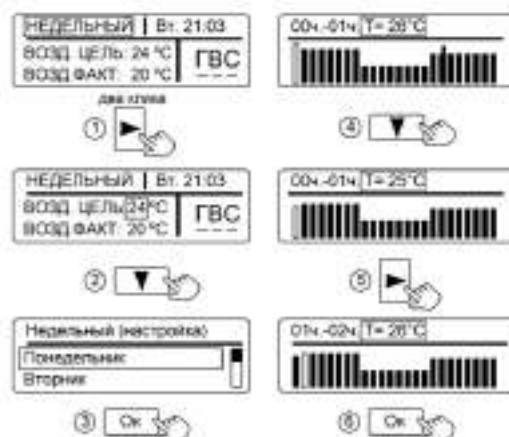

Рисунок 8. Настройка режима «НЕДЕЛЬНЫЙ»
**10.3 «НЕДЕЛЬНЫЙ»** – наиболее энергоэффективный режим отопления, учитывающий постоянные привычки и предпочтения пользователей. Режим «НЕДЕЛЬНЫЙ» позволяет настроить температуру воздуха в помещении индивидуально для каждого часа работы на протяжении всех дней недели. Последовательность настройки показана на рис.8. Кнопками «◀», «▶» выполняется переход по часам, кнопками «▼», «▲» выполняется изменение значения температуры каждого часа.